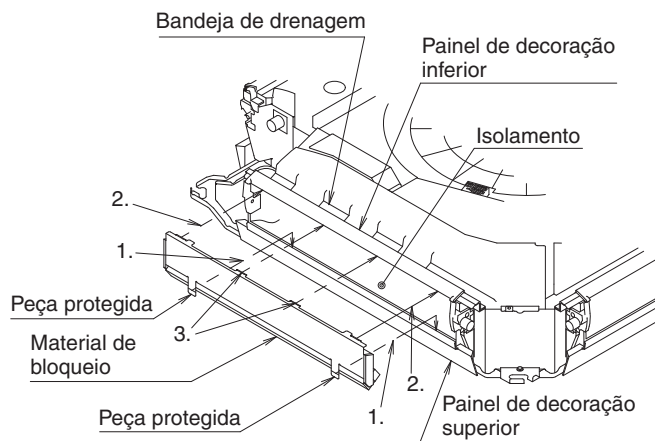

Fig. 12
(2) Fixe o material de obstrução à saída de ar. (Consulte a Fig. 12 e a Fig. 13)